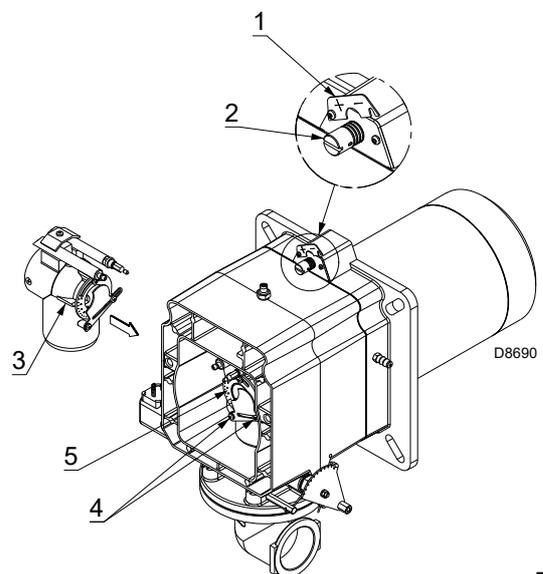

Fig. 15
- tourner la vis 2)(Fig. 15) jusqu'à faire coïncider l'encoche trouvée avec le plan avant 1) de la bride.
Afin de faciliter le réglage, desserrer la vis 3)(Fig. 15); régler, puis bloquer.
- desserrer les vis 4) et tourner la bague 5)(Fig. 15) jusqu'à faire coïncider l'encoche trouvée avec l'index 3);